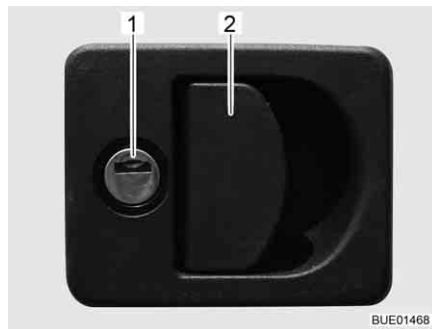

Fig. 52 Cerradura de la trampilla con tirador concha
- Introducir la llave en el cilindro de cierre (Fig. 52,1) y girarla un cuarto de vuelta. La cerradura de la trampilla está desbloqueada.
- Tirar del asidero de la cerradura (Fig. 52,2). La trampilla exterior está abierta.